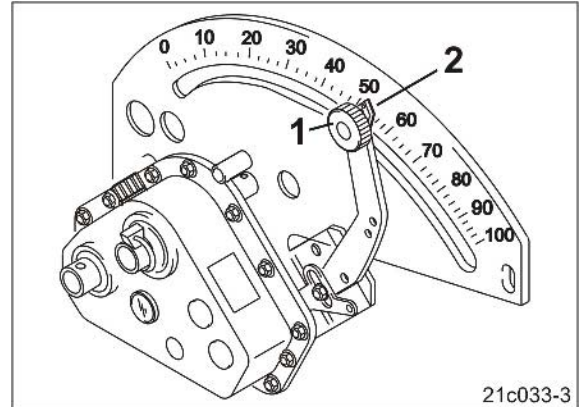

図 133
9. ロック用のノブ (図 133/1) を外します。
11. ギアレバーの針 (図 133/2)